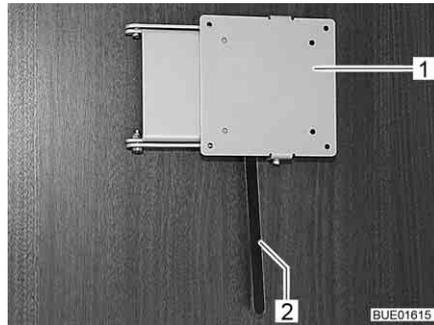

Fig. 90 Soporte con palanca de desbloqueo
- Empujar la palanca de desbloqueo (Fig. 90,2) hacia el lado y girar el soporte (Fig. 90,1) junto con la pantalla plana a la posición deseada.
- Girar la pantalla plana hacia la posición inicial hasta que el soporte (Fig. 90,1) engatille en el bloqueo.